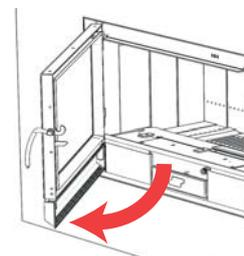

Figure 5
- la porte: ouvrir à plus de 45° et soulever (fig. 5)